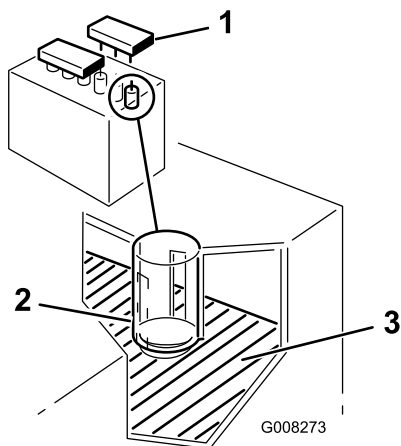

Figure 35
2. Enlevez les bouchons de remplissage. Si le niveau d'électrolyte n'atteint pas la partie inférieure du tube (Figure 35), ajoutez la quantité d'eau distillée requise (voir Ajout d'eau dans la batterie).
2. Enlevez les bouchons de remplissage (Figure 35).
3. Versez de l'eau distillée avec précaution dans chaque élément jusqu'à la partie inférieure du tube (Figure 35).